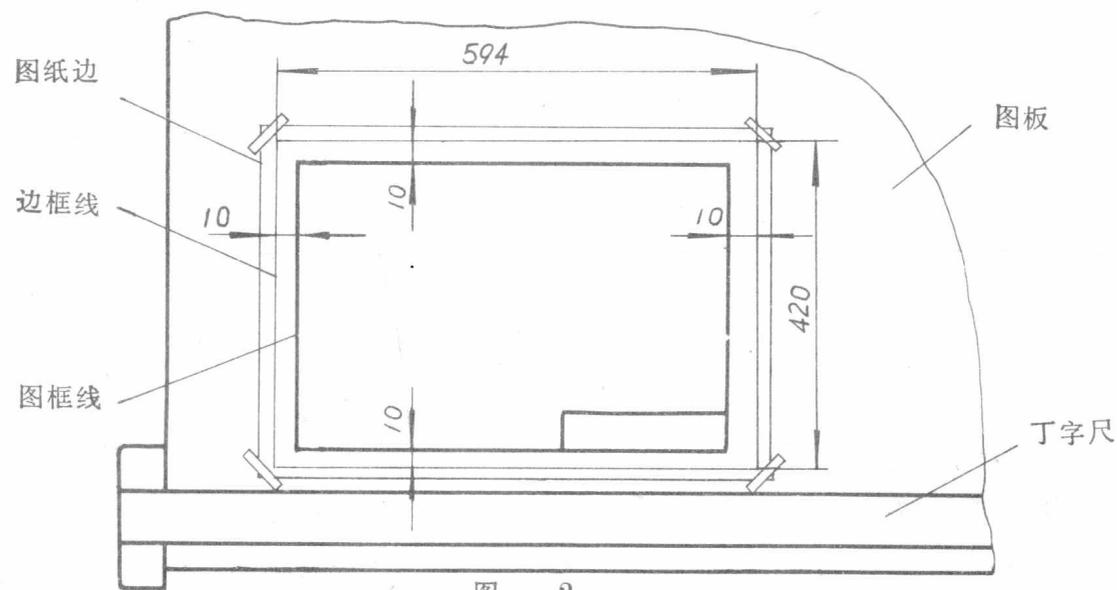

图 2
(1) 将图纸用透明胶纸固定在图板左下方 (图2), 然后按标准幅面画出边框线和图框线, 并在图框的右下角画一标题栏, 其格式见右上角图3。